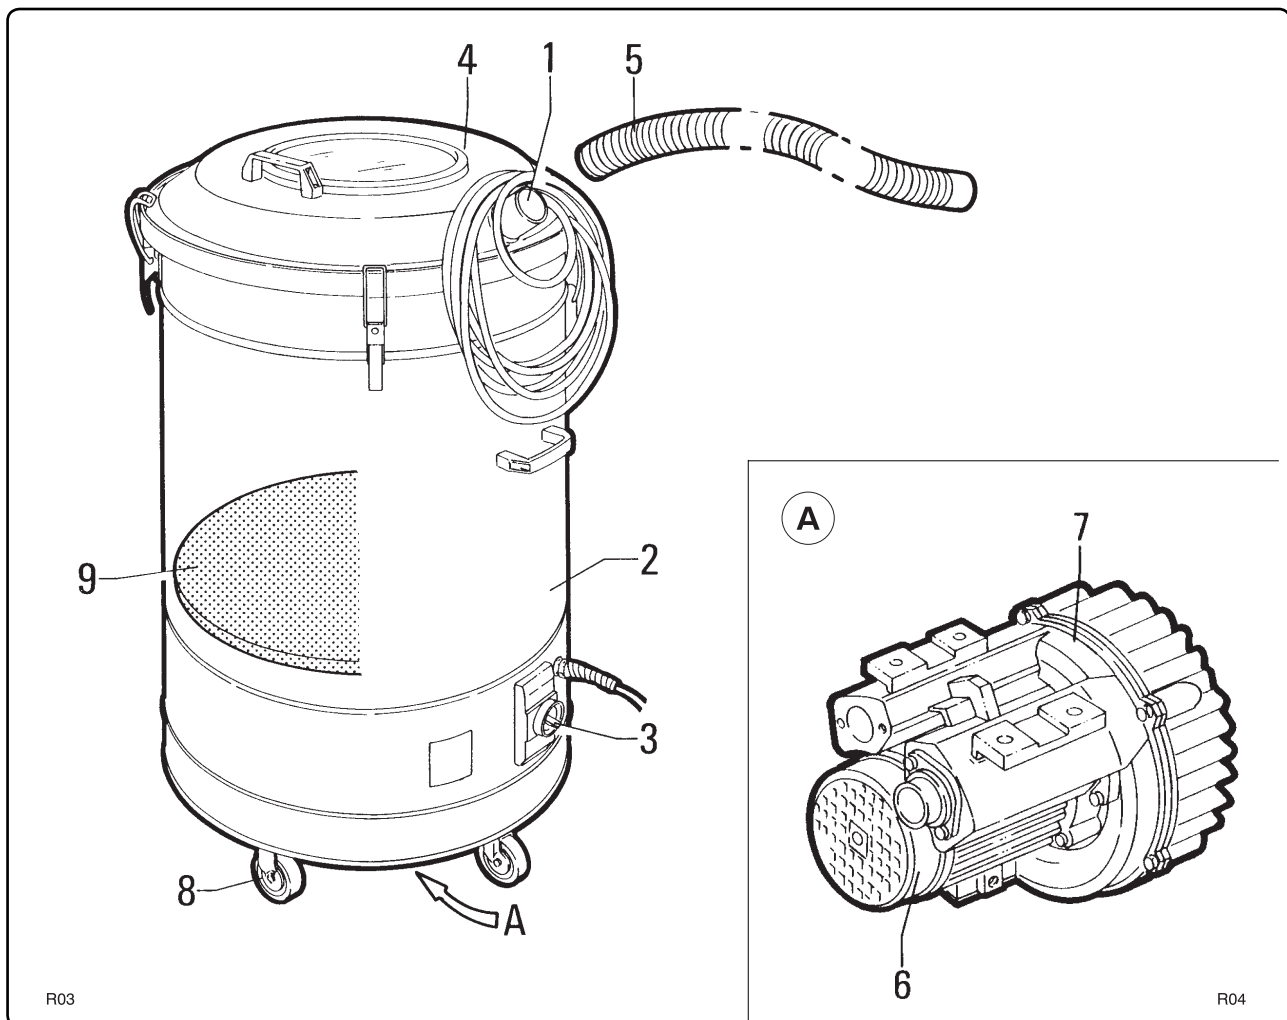

Fig. 2.5.1
2.4 - Hovedkomponenter (fig. 2.5.1)